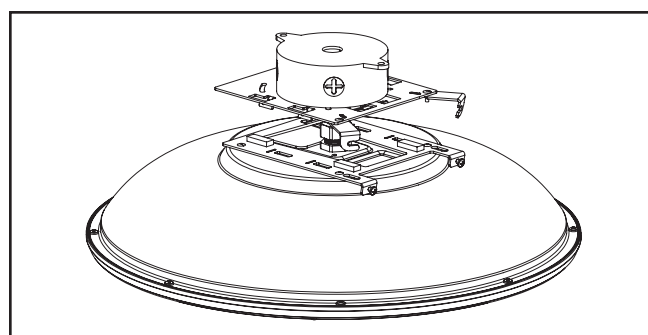

Figure 4
5. Faites les raccords électriques (FIG. 4).